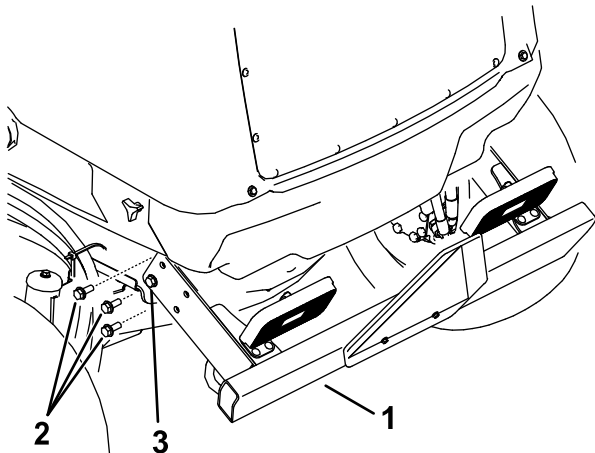

Figura 79
2. Retire los 3 tornillos con arandela prensada de cada lado del parachoques trasero, según se muestra en Figura 79.
6. Levante el parachoques trasero a su posición e instale los tornillos con arandela prensada. Apriete todos los tornillos con arandela prensada que sujetan el parachoques trasero al bastidor (Figura 79).